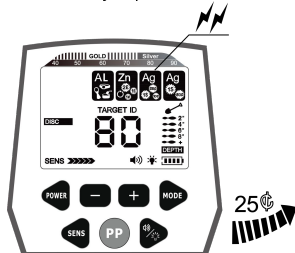

Fig.9
- Al barrer las otras muestras, el cursor objetivo correspondiente parpadea, y el cursor digital muestra el número correspondiente. (Véase la Fig.9, tome como ejemplo una moneda de plata de 25 ¢)